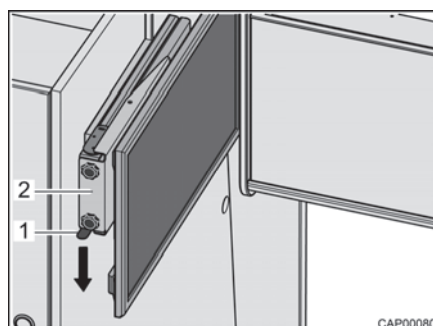

Fig. 39 Extension avec écran plat
- Presser le ressort à cran d'arrêt (Fig. 39,1) vers le bas et extraire l'extension (Fig. 39,2) avec l'écran plat à l'horizontale en direction du centre du véhicule.
- Pousser l'extension (Fig. 39,2) avec l'écran plat à l'horizontale jusqu'en butée. Le ressort à cran d'arrêt (Fig. 39,1) s'enclenche de manière audible.